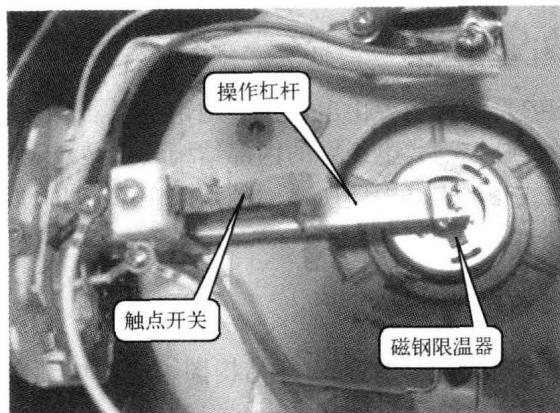

图 1-7 磁钢限温装置
**2) 磁钢限温装置** 磁钢限温装置是电饭煲的关键部件，它主要有磁钢、触点开关和杠杆等元件组成。它能在饭熟后自动断电，防止把饭烧焦。磁钢限温装置如图 1-7 所示。